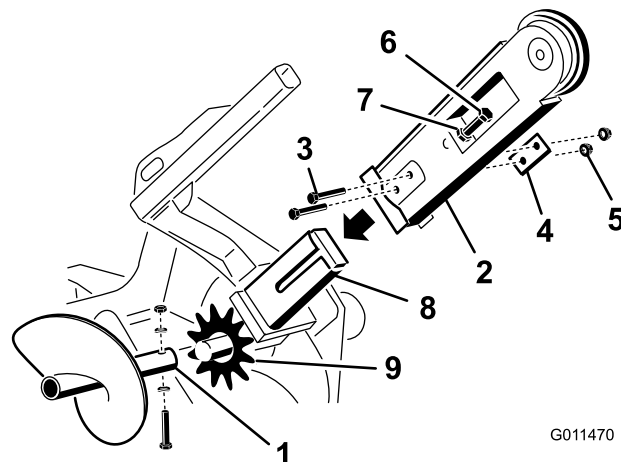

Figura 4
3. Retire el perno, las 2 arandelas curvas y la tuerca que sujetan el sinfín para escombros, y retire el sinfín (Figura 4).
4. Retire los 2 pernos, las tuercas y las arandelas dobles de los lados de la espada (Figura 4).
1. Perno— $\frac{1}{2}$ " \times 3" (2)
2. Contratuercas — $\frac{1}{2}$ " (2)
5. Afloje el perno de ajuste y la contratuerca (Figura 4).